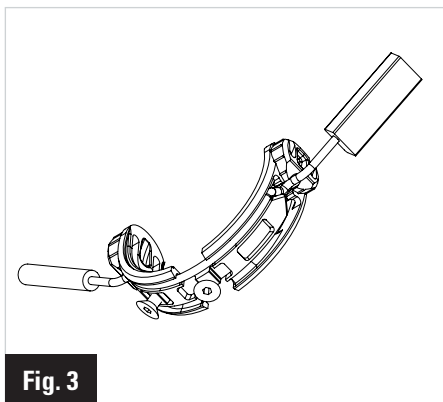

Fig. 3
- 3- Installer les guides câbles dans le boîtier de pédalier. Seul le fil électrique pour le dérailleur arrière doit courir dans le boîtier de pédalier. Monter les guides liners ② en bloquant le fil dans les gorges inférieures (Fig.3), puis visser la bride ① à l'aide des vis ③.
- 4- Installer le passe fil électrique amovible pour le dérailleur avant ⑤ ⑥ (cf. § SERRAGE BUTEES AMOVIBLES)
- 5- Installer le passe fil électrique ⑥ à la sortie de la base arrière.
- 6- Coller l'autocollant LOOK ① sur le capot. Nettoyer et dégraisser la surface pour un collage optimal.